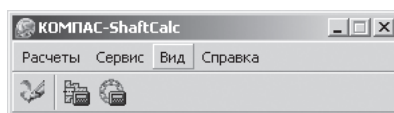
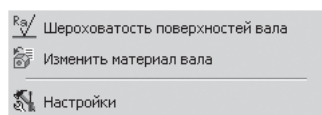

Рис. 3.54. Главное окно системы КОМПАС-ShaftCalc
Рис. 3.56. Выпадающее меню пункта главного меню **Сервис**
- щелкните в выпадающем меню по пункту **Расчет модели и подшипников**. Появится главное окно системы **КОМПАС-ShaftCalc**, см. рис. 3.54.
Щелчок по второму пункту главного меню **Сервис** вызывает выпадающее меню, показанное на рис. 3.56.
- щелкните в главном окне системы КОМПАС-ShaftCalc (см. рис. 3.54) по второму пункту главного меню **Сервис**. Появится выпадающее меню (см. рис. 3.56);
- щелкните в главном окне системы КОМПАС-ShaftCalc (см. рис. 3.54) по первому пункту главного меню – **Расчеты**. Появится выпадающее меню;
- щелкните на панели инструментов системы КОМПАС-ShaftCalc (см. рис. 3.54) по второй кнопке .